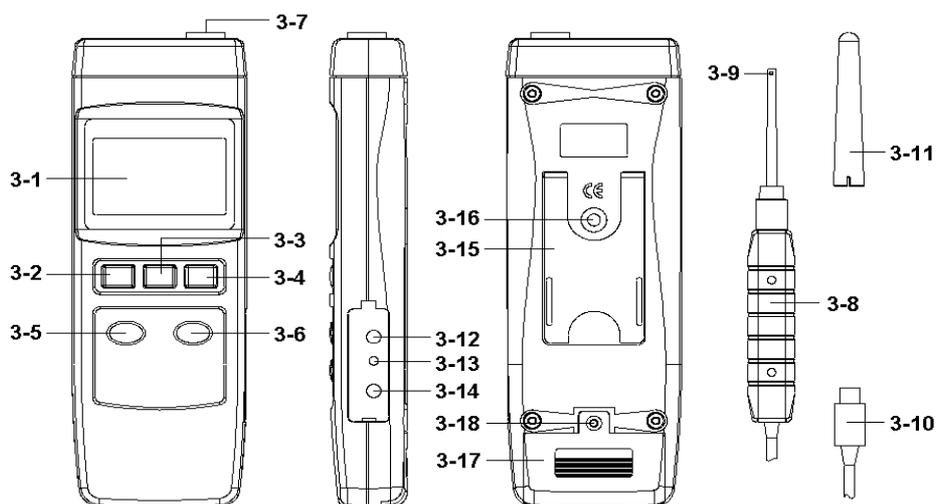

FIG. 1
- 1) Accendere il dispositivo premendo una volta il pulsante "ON" (3.2, Fig. 1), sul display apparirà in sequenza la seguente schermata:
- 2) Premere una volta il pulsante "Mode" (3.6, Fig. 1), sul display apparirà in sequenza la seguente schermata:
\* Prima di effettuare la misurazione, fissare la sonda nella posizione esatta, premere il pulsante "ZERO" (3-5, Fig. 1.) in modo continuato per almeno due secondi fino a quando appare sul display il valore "0"; allo stesso tempo il display mostrerà l'indicatore "0", e a quel punto rilasciare il pulsante.
\* Premere di nuovo il pulsante "ZERO" (3-5, Fig. 1.) per almeno due secondi e l'indicatore "0" scompare. Sul display apparirà di nuovo il valore "no zero" (visualizzerà il valore medio del campo magnetico).
Durante la misurazione, premere una volta il pulsante "Hold" (3-3, Fig. 1.) e il valore misurato si congelerà nel display. Nel display appare il simbolo "HOLD".
\* La funzione di registrazione dei dati serve per registrare i valori max e min. Premere una volta il pulsante "REC" (3-4, Fig. 1) per attivare la funzione a sul display appare il simbolo "REC".
a) Premere una volta il pulsante "REC" (3-4, Fig. 1.). Il simbolo "REC MAX." Appare sul display insieme al valore massimo.
Se si vuole eliminare il valore massimo, premere una volta il pulsante "Hold" (3-3, Fig. 1.) e il display mostrerà solo il simbolo "REC" ed eseguirà la funzione di memoria di forma continua.
b) Premere di nuovo il pulsante "REC" (3-4, Fig. 1.). Sul display appare il simbolo "REC. MIN" insieme al valore minimo.
Se si vuole eliminare il valore minimo, premere una volta il pulsante "Hold" (3-3, Fig. 1.) e il display mostrerà solo il simbolo "REC" ed eseguirà la funzione di memoria di forma continua.
Premere il pulsante "SET" (3-6, Fig. 1.) in modo continuato per almeno due secondi per accedere alla modalità "Configurazione avanzata", e poi premere di nuovo il pulsante "SET" (3-6, Fig. 1.). Attendere un momento e poi selezionare la funzione due, e nel display inferiore apparirà:
- 1) Utilizzare il pulsante "AC/DC" (3-5, Fig. 1) o il pulsante "RANGE" (3-6, Fig. 1) per selezionare il valore massimo, da "SI" o "NO".
- 2) Dopo aver selezionato la funzione desiderata (SI o NO), premere il pulsante "REC" (3.4, Fig. 1) per salvare l'impostazione in modo predefinito.
- 1) Utilizzare il pulsante "AC/DC" (3.5, Fig. 1) o il pulsante "RANGE" (3-6, Fig. 1) per selezionare l'indicatore del display "mT" o "G".
- 2) Dopo aver selezionato l'indicatore (mT o G), premere il pulsante "REC" (3-4, Fig. 1) per salvare l'impostazione in modo predeterminato.
Lo strumento dispone di un'interfaccia seriale RS232 del PC attraverso un terminale di 3,5 mm (3-11, Fig. 1.). L'uscita dei dati è un flusso di 16 cifre che possono essere utilizzate per l'applicazione specifica dell'utente. Sarà necessario un cavo RS232 con la seguente connessione per collegare lo strumento alla porta seriale del PC.